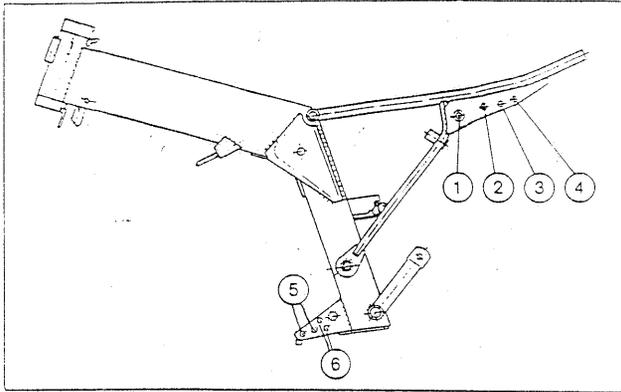

Fig. 1. Cadre de rechange
L'excursion de ressort de 105 mm est maintenue lorsque les jambes télescopiques sont vissées aux alésages du Ø de 10,5 mm (2 à la fig. 1). Le montage des courtes jambes télescopiques au pivot (1 à la fig. 1) n'est pas réalisable sinon le pneu de roue arrière risquerait d'avoir du contact glissant pendant l'écrasement du ressort au garde-boue.
- Fixer la bielle d'échappement à l'alésage (4 à la fig. 1).